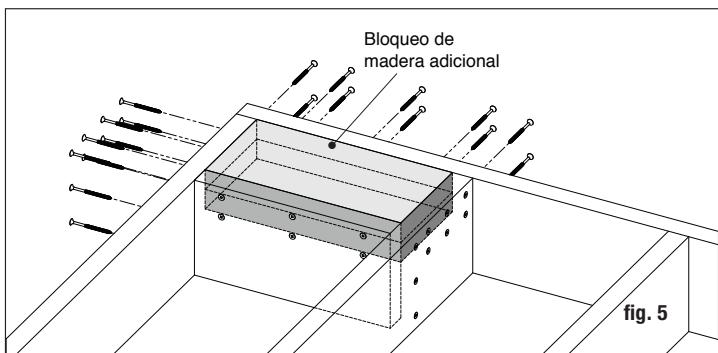

fig. 5
**Paso 3 Instalación de publicaciones:** Instale los postes uniendo la base de aluminio a la superficie de la plataforma. Coloque el poste de manera que el sujetador entre en la viga del piso y asegúrese de que la plataforma esté firmemente sujetada a la viga en la ubicación de los postes. Se requiere un bloqueo / emarcado estructural adecuado debajo del material de la plataforma cuando se fija el poste a una plataforma con marco de madera porque la plataforma por si sola no está aprobada como marco estructural (fig. 5).